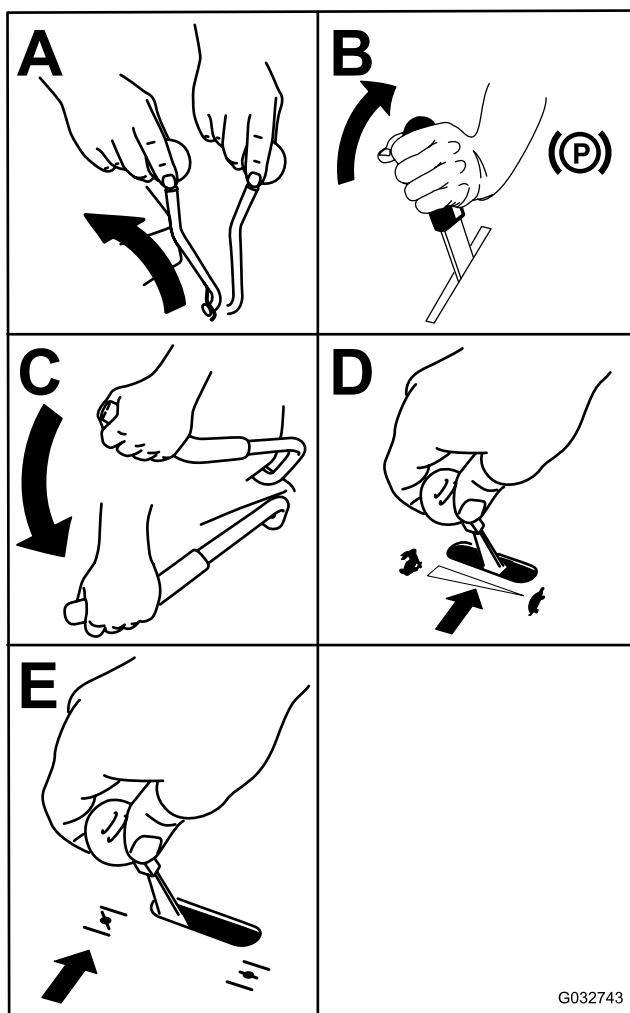

Figura 23
3. Spostate la leva di innesto PDF in posizione OFF (Figura 23).